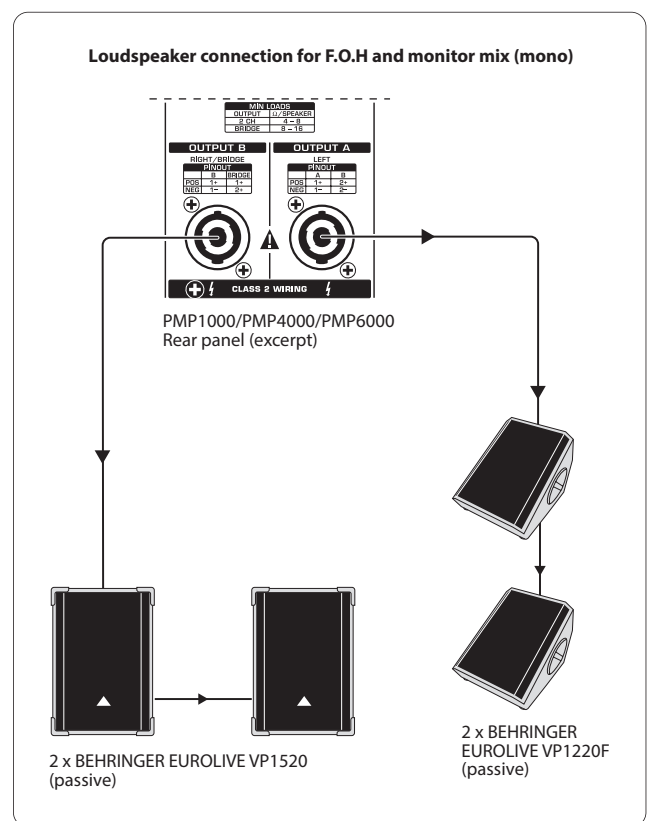

Abb. 5.3: Der EUROPOWER Mixer als Mono-Doppelverstärker (Beispiel)
Bei der Anwendung in Abbildung 5.3 (Mono-Doppelverstärker) muss sich der AMP MODE-Schalter (27) in der mittleren Position (PMP4000/PMP6000: MON 1/ MONO bzw. PMP1000: MON) befinden! Über die beiden Lautsprecherausgänge wird getrennt voneinander einmal das Main- und einmal das Monitorsignal ausgespielt und an jeweils zwei parallel verkabelte Lautsprecher weitergegeben.